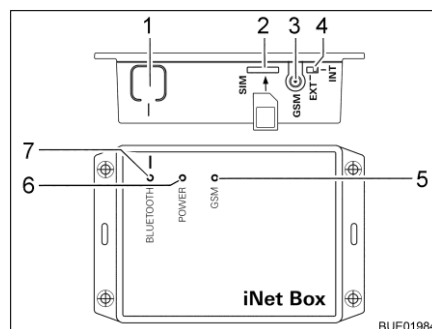

Fig. 227 Truma iNet-Box
- Pulsar la tecla BLUETOOTH (Fig. 227,1) en la iNet-Box por 1 segundo. La Truma iNet-Box estará visible por aprox. 2 minutos en el terminal móvil (nombre: "Truma iNet-Box"). Durante este intervalo, el LED BLUETOOTH azul (Fig. 227,7) estará parpadeando.
- Insertar la tarjeta mini SIM con número de teléfono propio y suficiente crédito cuidadosamente en la ranura (Fig. 227,2) de la Truma iNet-Box del modo mostrado hasta que engatille. El LED GSM rojo (Fig. 227,5) deberá parpadear de manera permanente. Si el LED rojo se apaga después de 20 segundos: Controlar la tarjeta mini SIM.